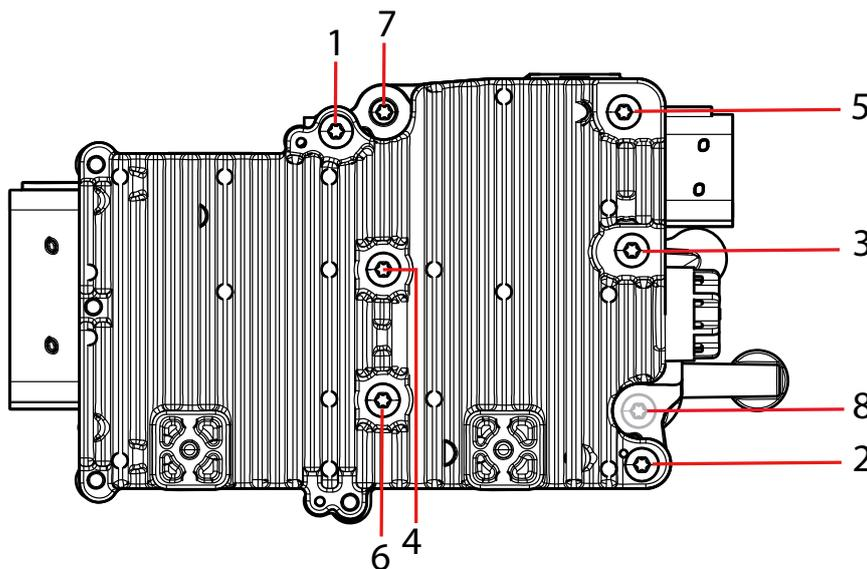

Fig. 1 Orden de los tornillos que se deben aflojar y retirar
4. Afloje y retire los tornillos M8 de Torx exterior del 1 al 6 véase "Fig. 1 Orden de los tornillos que se deben aflojar y retirar":
9. Afloje y retire los tornillos 7 y 8 véase "Fig. 1 Orden de los tornillos que se deben aflojar y retirar".